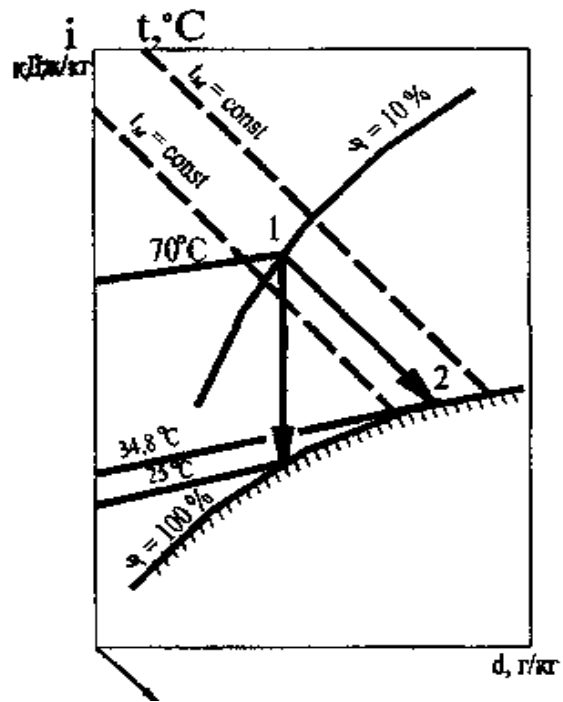

Рисунок 6.4
**Решение.** На d-i - диаграмме на пересечении изотермы  $t = 70^\circ\text{C} = \text{const}$  и кривой  $\varphi = 10\% = \text{const}$  находим точку 1 (рисунок 6.4).